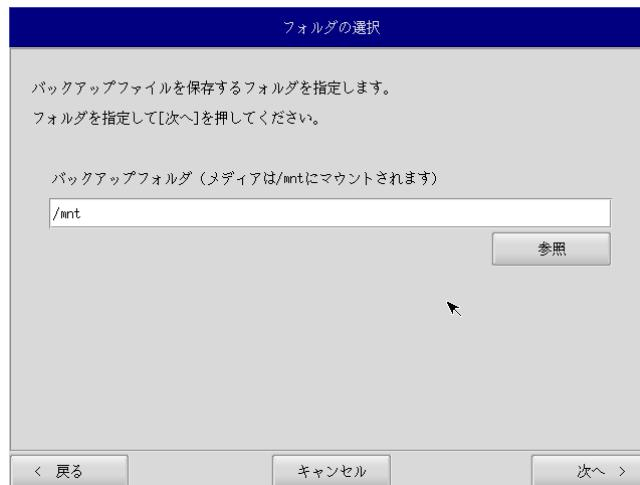

図 6-3-3. フォルダ選択画面
- ⑦ フォルダ選択画面（図 6-3-3）が表示されます。[参照]ボタンを押します。
- ⑨ フォルダ選択画面（図 6-3-3）で指定したバックアップフォルダが入力されていることを確認します。[次